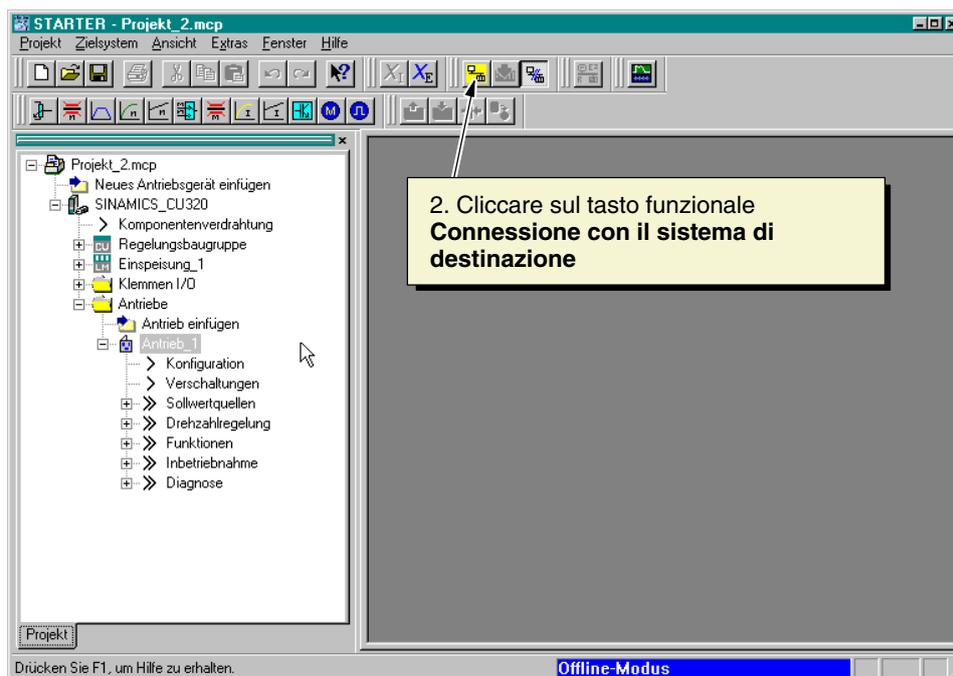

Fig. 10-28 Navigatore di progetto con SINAMICS_In_802D
2. Per poter usare la funzione "Pannello di comando", occorre passare al funzionamento ONLINE. Per commutare nel funzionamento online cliccare, come mostrato nella fig. 10-28, sul tasto funzionale **Connessione con il sistema di destinazione**.